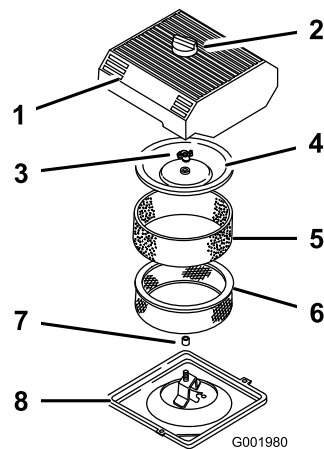

Figura 39
3. Limpe a área ao redor do filtro de ar para evitar que sujeira entre no motor e cause danos (Figura 39).
4. Afrouxe o botão na tampa do filtro de ar e remova a tampa (Figura 39).
5. Com cuidado, deslize o elemento de espuma para fora do elemento de papel (Figura 39).
6. Remova a porca da tampa, remova a tampa e o elemento de papel (Figura 39).
1. Com cuidado, encaixe o elemento de espuma no elemento de papel do filtro de ar (Figura 39).
3. Instale a porca da tampa com os dedos contra a tampa (Figura 39).
4. Instale o botão e a tampa do filtro de ar (Figura 39).